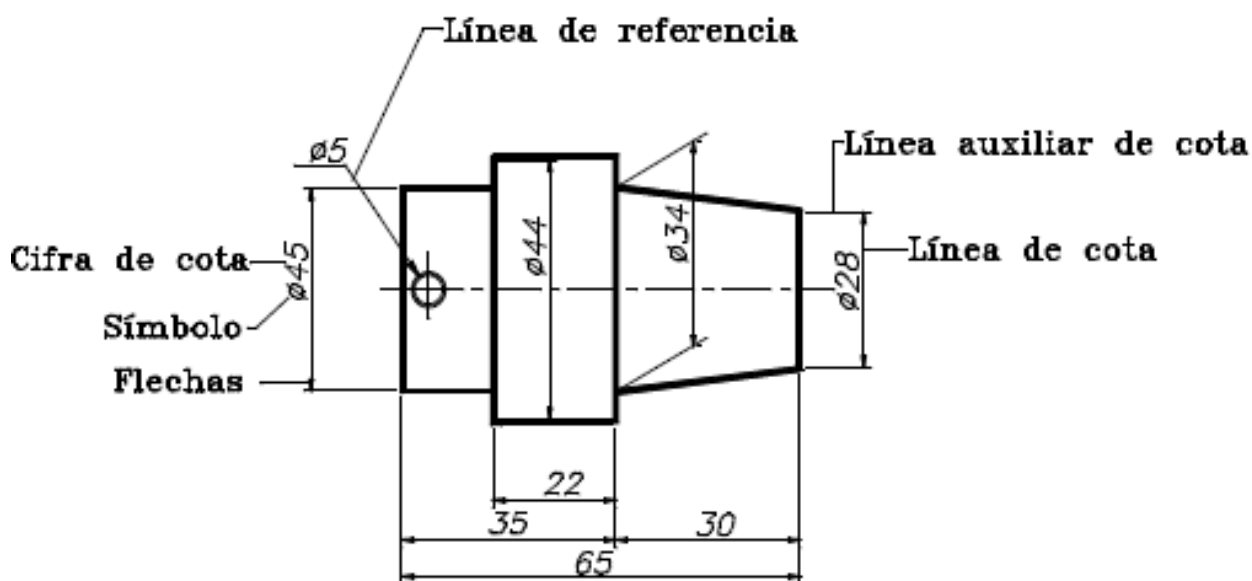

Figura 1.8: Ejemplo de aplicación de líneas en dibujo técnico.
- Copiar la figura 1.8 en escala 1:1 en la siguiente página, utilizando el tipo de línea adecuado en cada caso, usar regla y respetar las medidas indicadas en milímetros.